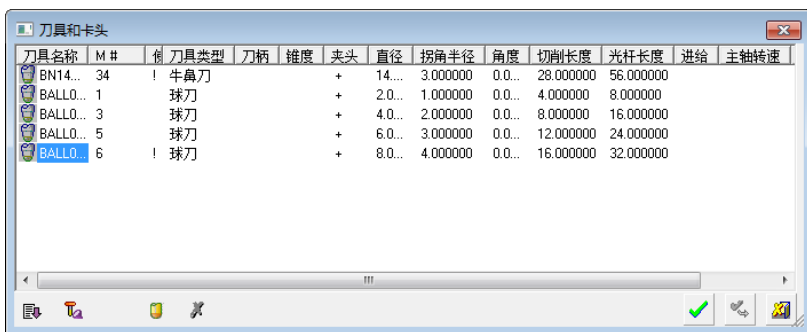

图 3-29 “刀具和卡头”对话框 (3)
3) 选择刀具。单击“刀具和卡头”按钮,弹出“刀具和卡头”对话框 (3),选择 B8 球刀,如图 3-29 所示。